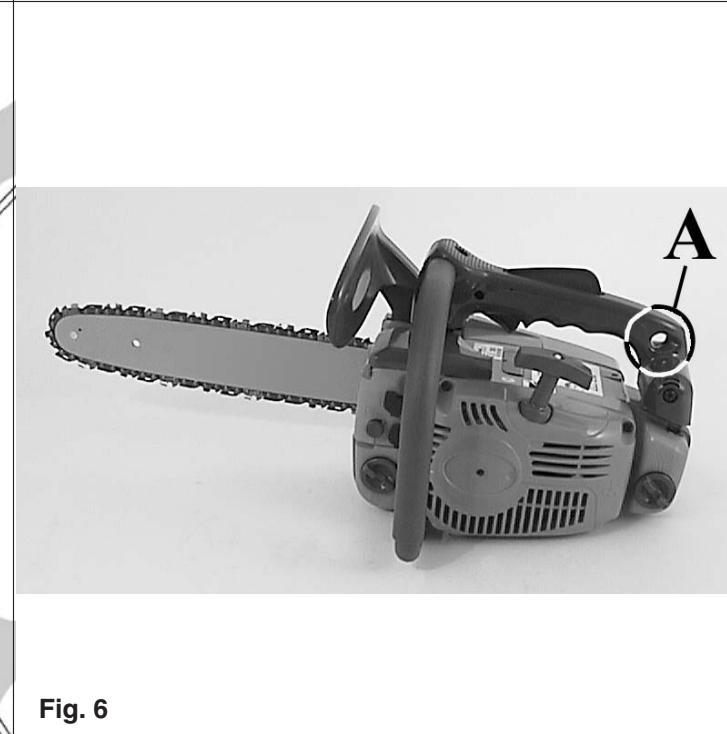

Fig. 6
- fissare la cinghia piatta sul punto di attacco sulla parte posteriore della motosega (A, Fig.6);
- choke the strop around the attachment point on the rear of the saw (A, Fig.6);